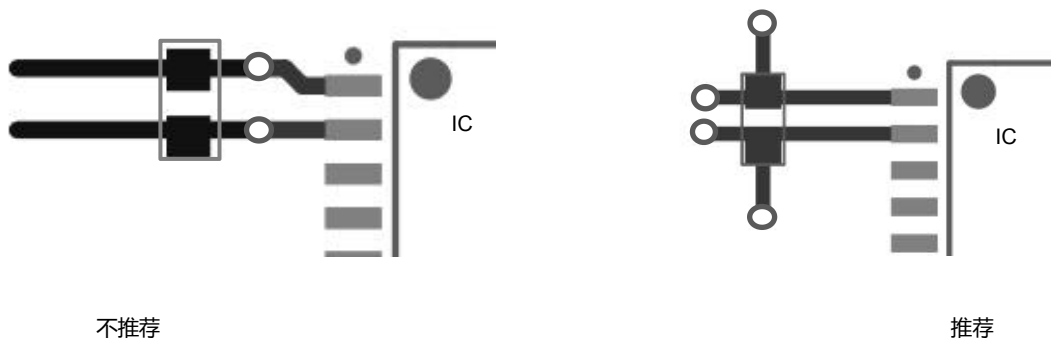

图 14-2
3、当需要在供电电源线和地线中放置过孔时，过孔的位置应在电容相对芯片引脚的外侧，而非放置在电容与芯片之间，如下图 14-2 所示，以减少过孔寄生电感的影响。